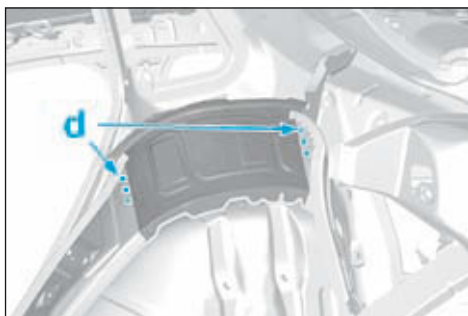

FIG.216
- points bouchons MAG en (d) (Fig.216),